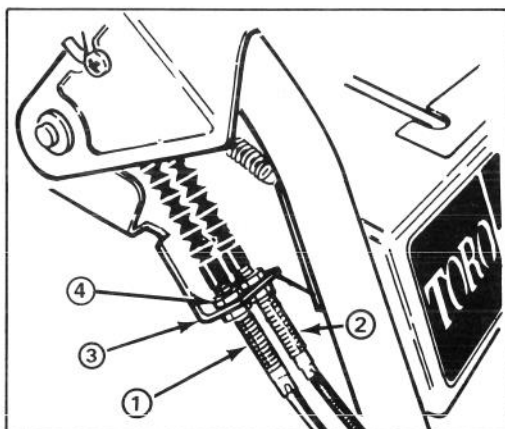

Figure 27
4. Desserrez le contre-écrou supérieur fixant le câble de la tarière/roue hélice au support de fixation (fig. 27).
5. Faites tourner le contre-écrou inférieur vers le haut afin de tendre la courroie (fig. 27).
D'ENTRAÎNEMENT DE TRACTION (fig. 27)
3. Réglez la commande de changement de vitesse au point mort (N).
8. Desserrez les contre-écrous qui tiennent le câble de commande (correspondant à la courroie à remplacer) au support (fig. 27). Le câble doit pouvoir glisser librement dans le support lors du changement d'une ou plusieurs courroies.